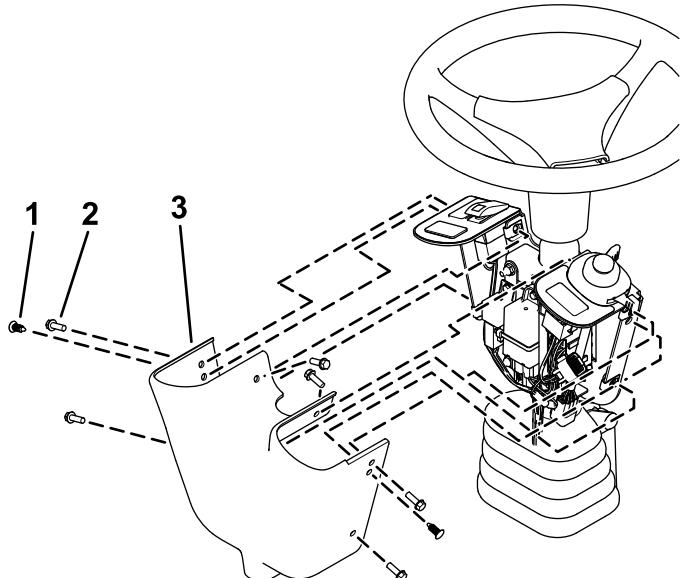

**Figura 12**
13. Instale la cubierta de los fusibles en el bastidor de interruptores con 2 tornillos moleteados y 2 tuercas rápidas (Figura 12).
**Nota:** Asegúrese de que las tuercas rápidas están instaladas dentro de la cubierta de los fusibles (Figura 12).